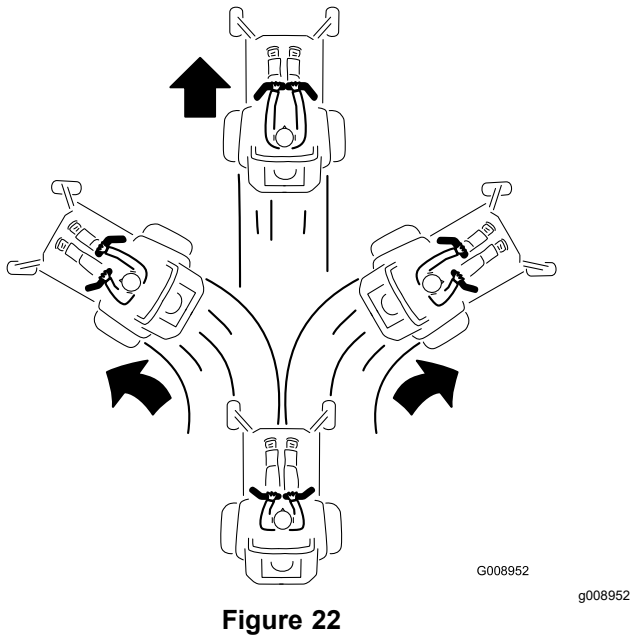

Figure 22
2. Pour vous déplacer en marche avant, poussez lentement les leviers de commande de déplacement vers l'avant (Figure 22).